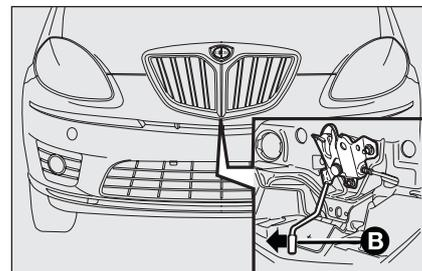

fig. 108
- spostare verso sinistra la levetta **B**-fig. 108 come indicato dalla freccia;